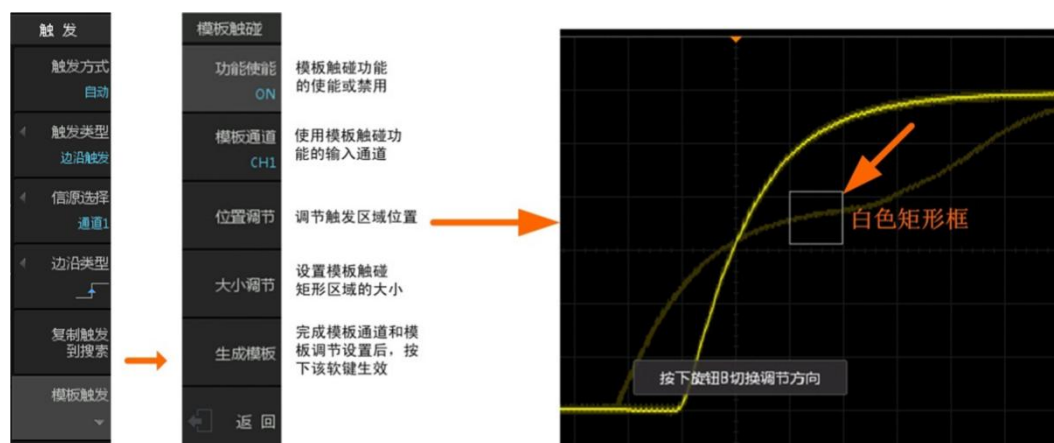

图 10-11 模板触发功能菜单
某些信号出现频率低，无法观察其特征，难以通过标准触发将信号触发出来的情况下，模板触发对特殊信号的触发提供了便利。模板触发功能菜单如图 10-11 所示。
- 3、点击【Trigger】进入触发菜单，点击菜单右侧相应软键【模板触发】，设置【模板使能】为“ON”，如图 10-11 所示，屏幕上出现一个白色矩形框；